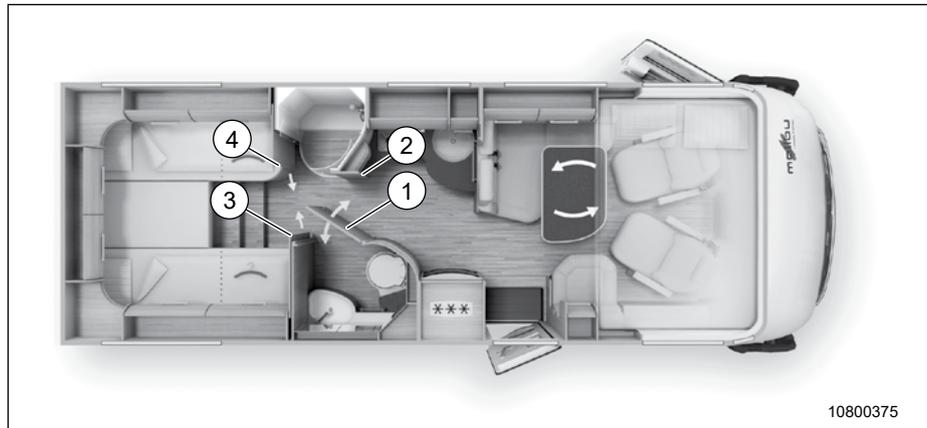

Fig. 75 Création d'un dressing au niveau de salle de bain spacieuse et de la porte simple
1. Ouvrir complètement la porte du cabinet de toilette (Fig. 75, Pos. 1), la joindre avec la paroi extérieure de la douche (Fig. 75, Pos. 2) et la fermer.
2. Desserrer la sangle de sécurité de la porte coulissante correspondante (Fig. 75, Pos. 3 et 4).
3. Serrer à fond les vis (Fig. 75, Pos. 3 et 4) Une serrure magnétique ferme les portes coulissantes.